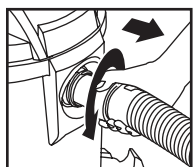

FIGURE 23
32. Dévissez l'écrou autobloquant du tuyau et retirez le tuyau de l'admission. **FIGURE 23.**